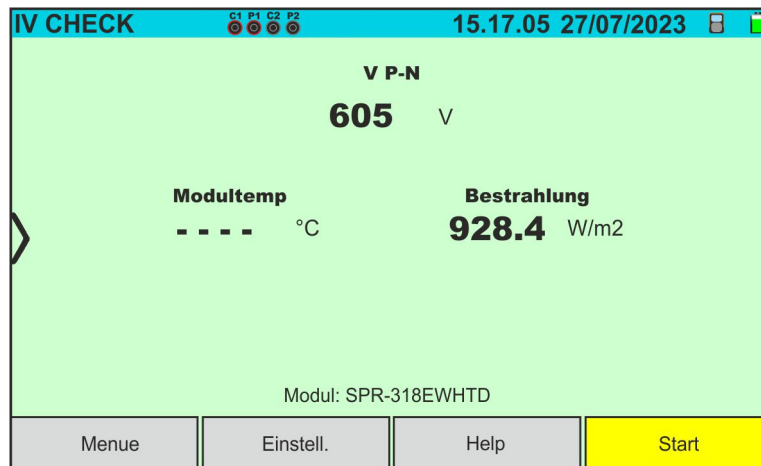

Abb. 65: Startbildschirm IVCK-Test ohne Fernstation bei Monofazialen Modulen
4. Bei **Monofazialen** Modulen ist die Anzeige von Abb. 65 am Display vorhanden. Es werden die folgenden Parameter angezeigt: